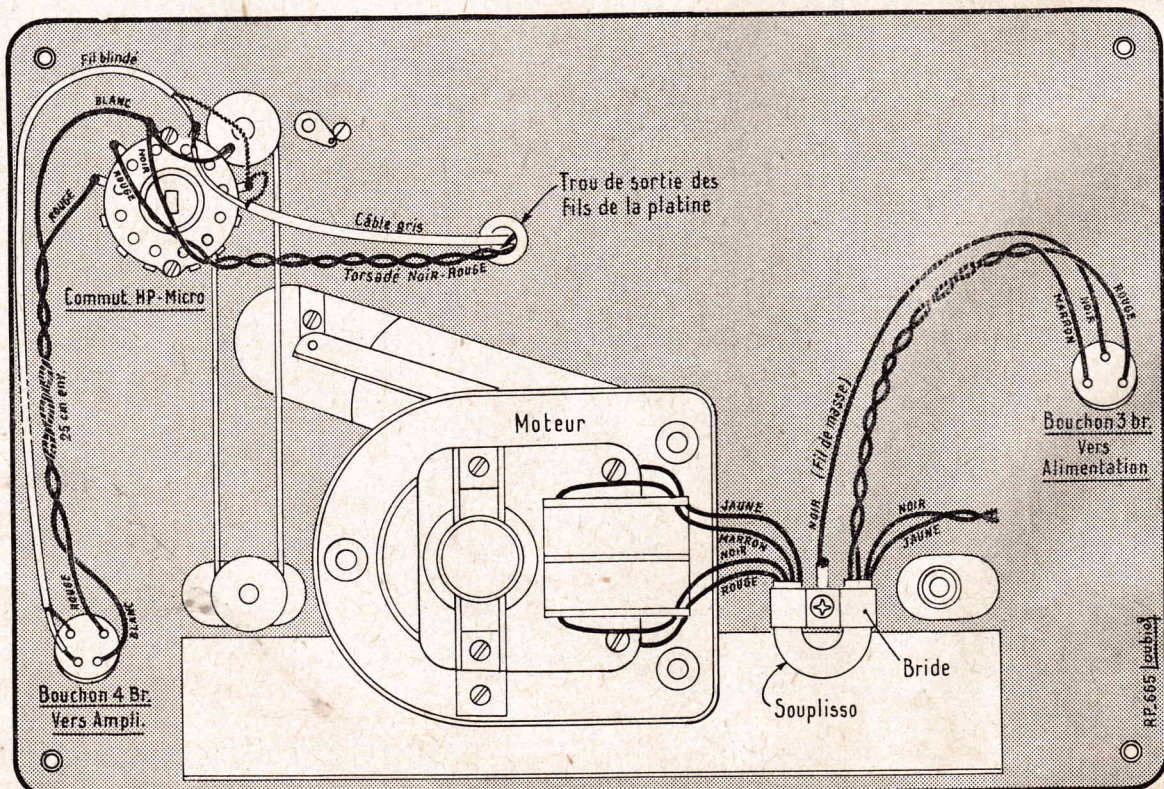

FIG. 6 - BRANCHEMENT DE LA PLATINE
**Raccordement de la platine (Fig. 6).** — On raccorde le bouchon 4 broches devant s'adapter sur la prise « Têtes » de l'amplificateur. Pour cela on utilise un fil isolé souple et un fil blindé. On procède ensuite au raccordement du moteur. Ce dernier est mixte : 110-220 V, mais c'est le branchement de 220 V qui est utilisé de manière à opérer le changement de tension d'alimentation de l'appareil uniquement par le distributeur de tension. Pour réaliser ce branchement 220 V on réunit électriquement les fils « Noir » et « Jaune » du moteur et on isole soigneusement le point de jonction. Les fils « marron » et « rouge » sont reliés aux broches extrêmes du bouchon 3 broches devant s'adapter sur la prise « Moteur » de l'alimentation. La troisième broche de ce bouchon est reliée à la masse comme nous l'indiquons sur la figure 6.